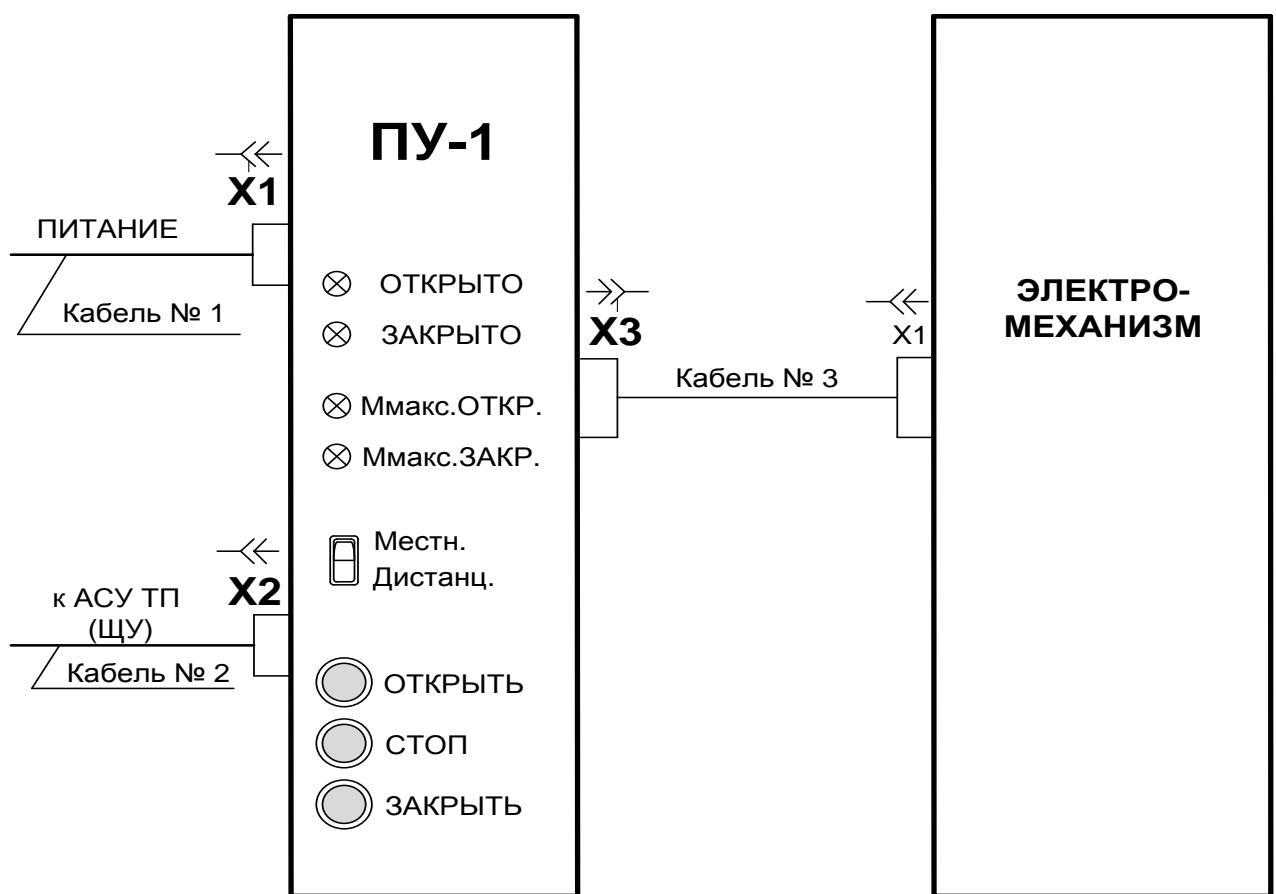

Рис.3 Схема электрическая подключений электромеханизма с использованием местного пульта управления ПУ-1
2.3.4 Произвести **распайку ответных частей штепсельных разъемов X1, X2 и X3 пульта ПУ-1** (см. рисунок 3), входящих в комплект поставки ПУ-1, в соответствии с требуемым вариантом его использования, как описано ниже.